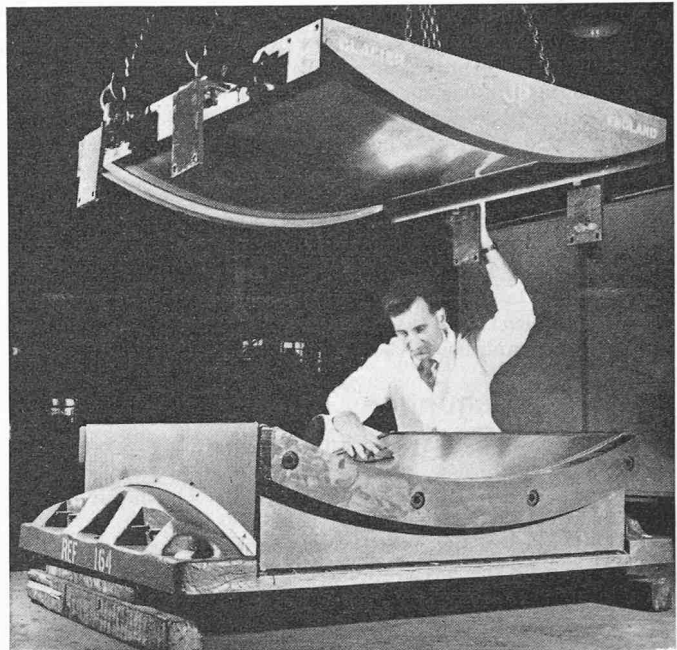

Bild 1. «Anticlastic»-Brückenlager von 2740 t Tragfähigkeit während der Montage im Werk
Englisches Brückenlager. Die im Bau befindliche Verlängerung der London Western Avenue wird zum Teil als Hochstrasse ausgeführt. Dieser Abschnitt stellt die längste Hochautobahn Europas dar. Die Firma *The Glacier Metal Co., Ltd.*, Alperton, Middlesex, liefert für die Lagerung des Hochstreckenteils 40 «Anticlastic»-Lager mit einer Tragfähigkeit von je 2740 t. Sie sind so konstruiert, dass sie die gleiche Lebensdauer aufweisen wie die Strasse selbst. Während dieser Zeit benötigen sie weder Schmierung noch irgendwelche sonstige Wartung. Die Lager bestehen aus drei Teilen; der Gleitvorgang vollzieht sich zwischen zwei halbzylindrischen Grenzflächen. Die obere Fläche ist aus rostfreiem Stahl, die untere aus Glacier DU (B), einem mit Bronze hinterlegten Material, welches unter anderen Bestandteilen das Polymerisat PTFE (Polytetrafluoräthylen) enthält. Dieser Kunststoff zeichnet sich durch geringe Reibung aus. Bild 1 veranschaulicht ein solches Lager beim Zusammenbau im Werk. DK 624.21.094